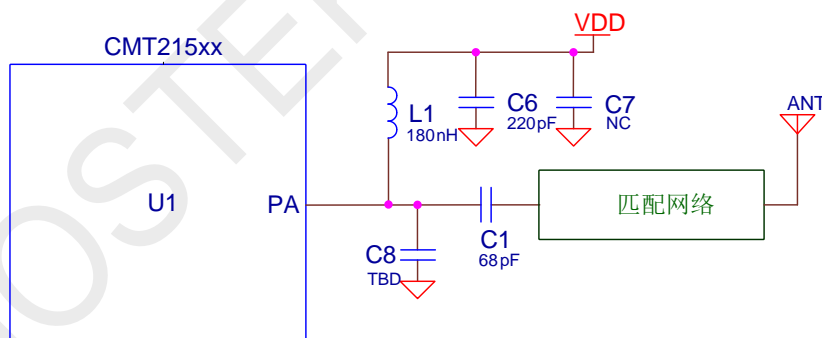

图 1. CMT215xx 单端输出电路设计
- b) 在取能电感和电源之间串一个电阻（图 1 中未示出），通过改变电阻值来调节发射功率。由于电阻的存在，这种方法会降低发射效率，所以我们推荐使用改变芯片发射功率设置的方法改变发射功率。